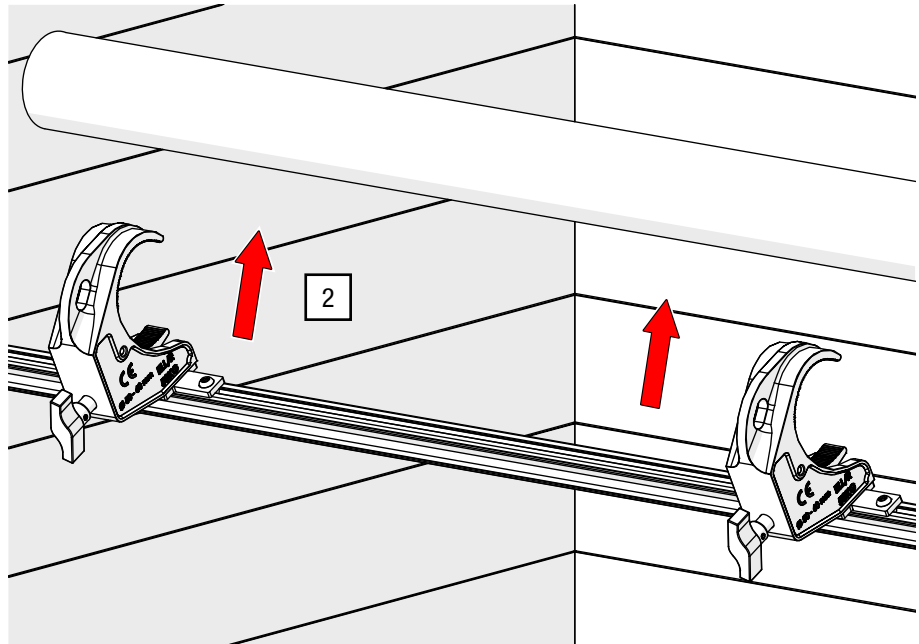

Abb. 33: G-CLAMP direkt – Auf Rohr positionieren
2. Öffnen Sie die G-CLAMP und positionieren Sie diese am bauseitigen Tragwerk (siehe Abb. 33).